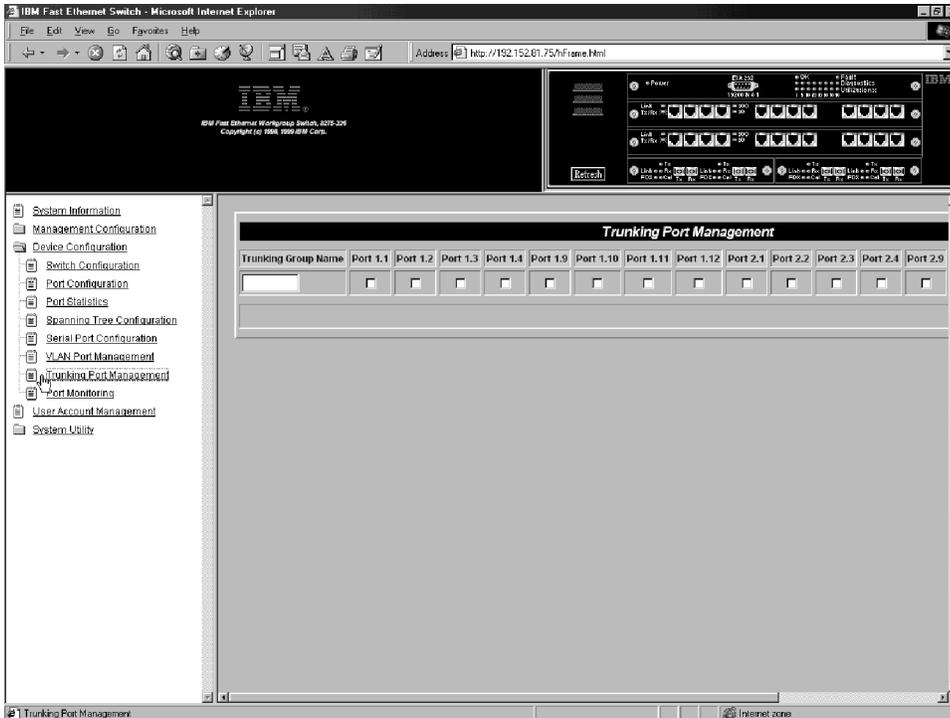

Figura 76. Panel Trunking Port Management
Seleccionando esta opción se visualiza el panel Trunking Port Management que se muestra en la Figura 76 en la página 84. Utilice este panel para crear/ver grupos de entroncamiento, suprimir grupos de entroncamiento y modificar grupos de entroncamiento.
4. El modelo 8275-326 no soporta entroncamiento para todos los puertos 1.5, 1.6, 1.7 y 1.8. y 2.5, 2.6, 2.7 y 2.8 (consulte la Figura 76 en la página 84.)